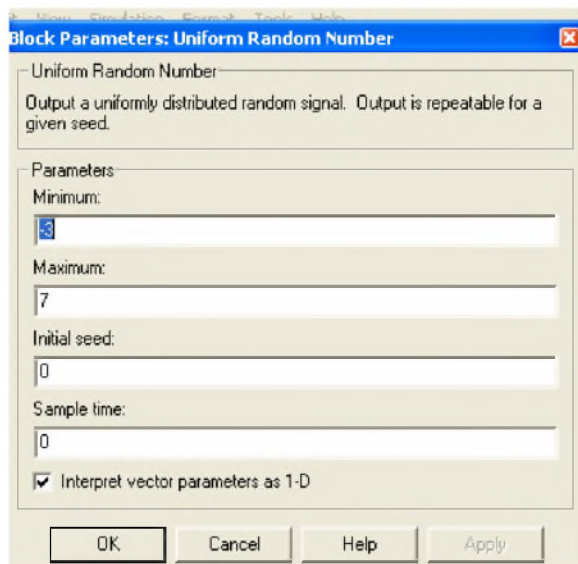

Рис. 2.4. Настройки для получения координаты x
1.2. Задайте параметры для блоков **UniformRandomNumber**, как показано на рис. 2.4, 2.5. Обратите внимание, что, кроме минимума и максимума, должны быть еще и разные начальные зерна (**Initial seed**).